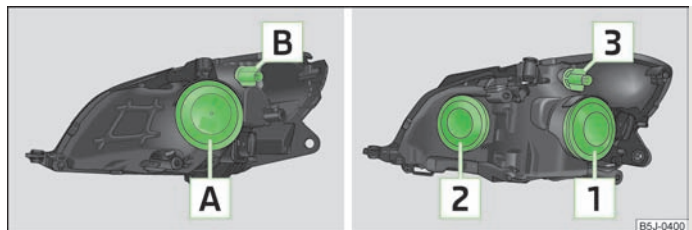

Fig. 146 Disposição das lâmpadas incandescentes: Farol de halógeno/farol projector de halógeno
- Retire a tampa de borracha **A** » Fig. 146.
- Retire a tampa de borracha » Fig. 146.
- Rode o suporte » Fig. 146 ou o suporte até ao batente, **no sentido contrário** ao dos ponteiros do relógio e retire-o em conjunto com a lâmpada incandescente do pisca-pisca.
- Retire a tampa de borracha » Fig. 146 ou .